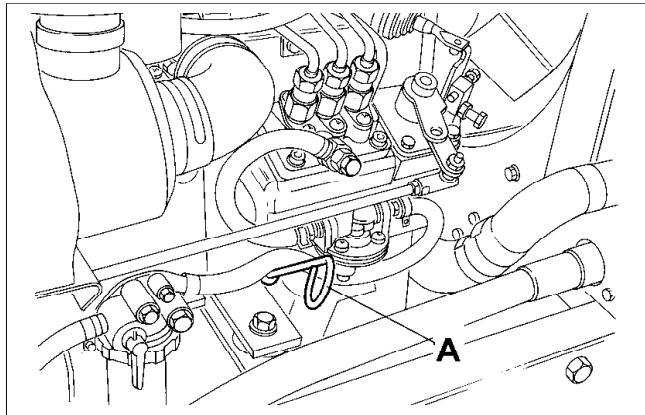
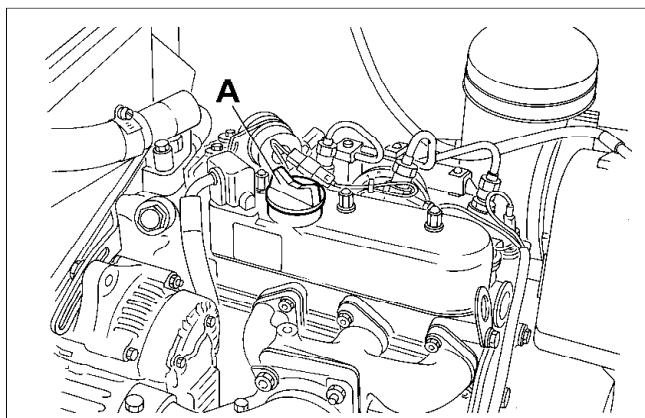

Fig.24
Fig.25
Motorölmeßstab (A Bild 24) herausziehen. Der Ölstand muß sich zwischen den Markierungen befinden. Bei Bedarf neues Öl durch den Einfüllstutzen auf dem Ventildeckel (A Bild 25) nachfüllen.
- Kappe des Einfüllstutzens (A Bild 25) herausdrehen und neues Öl bis zur Max-Markierung am Ölmeßstab auffüllen. Inhalt 3,2 Ltr.
Togliere l'asta di misurazione (A Fig. 24) e verificare che l'olio raggiunga il livello indicato. All'occorrenza rabboccare con olio fresco dal bocchettone (A Fig. 25) sopra la scatola del bilanciere.
- (c) Togliere il tappo di riempimento (A Fig. 25) e riempire di olio fresco fino alla tacca di massimo sull'asta di misurazione (A Fig. 24). Capacità 3,2 litri.